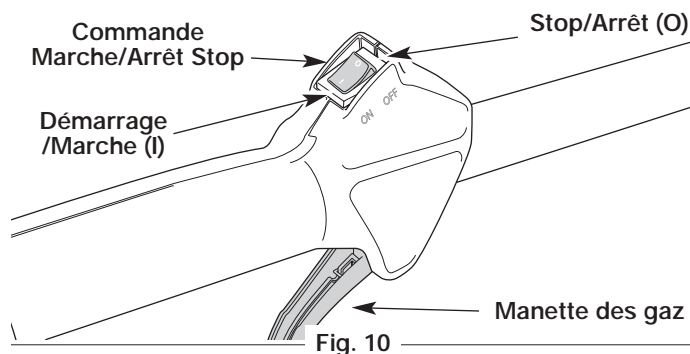

Fig. 10
3. Mettez la commande Marche/Arrêt Stop en position **MARCHE (I)** (Fig. 10).
2. Mettez la commande Marche/Arrêt Stop en position **ARRÊT (O)** (Fig. 10).